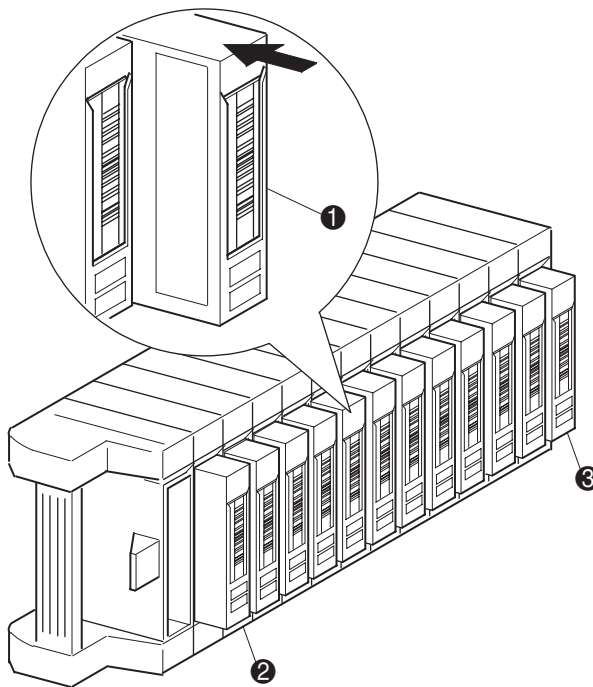

Figure 4-7. Magasin de gauche avec cartouches installées.
La figure 4-7 montre un magasin gauche complet. Notez que le bac à cartouches ❷, qui porte le numéro le plus bas, correspond au bac le plus proche du devant du magasin.